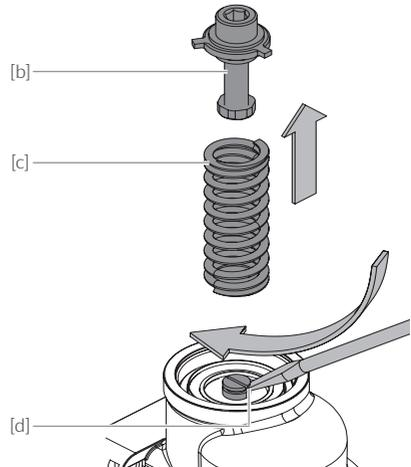

Abb. 9.7
- / Abb. 9.7: Stellschraubeneinheit [b] und Feder [c] entfernen